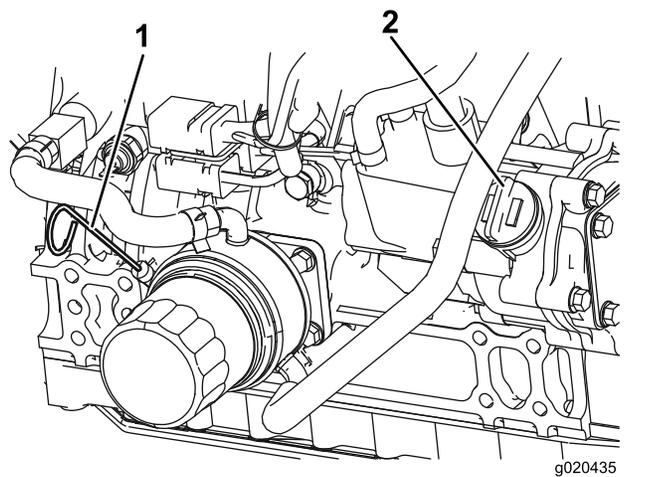

Figure 59
3. Sortez la jauge, essuyez-la sur un chiffon propre, remettez-la dans le goulot de remplissage, puis ressortez-la. Le niveau d'huile doit se situer entre les repères minimum et maximum (Figure 59).
4. Si le niveau d'huile est trop bas, enlevez le bouchon de remplissage (Figure 59) et faites l'appoint d'huile jusqu'à ce que le niveau se situe entre les repères minimum et maximum. **Ne remplissez pas excessivement.**